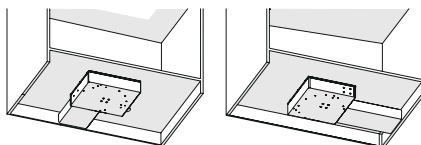

Fig. 24
10. ➡ Fäst nu utsugskanalen på motorns utsugsstos (Fig. 24).